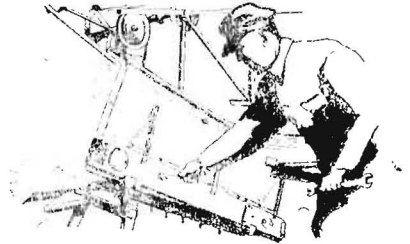

Bild 13
6. Tücher spannen (Bild 13 und 14).